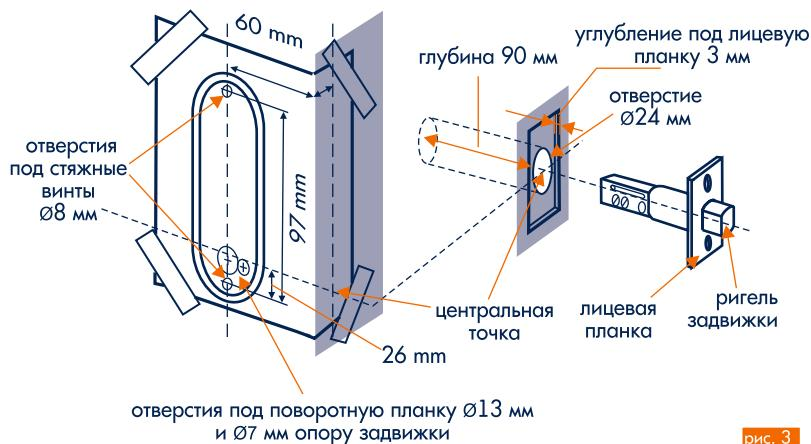

рис. 3
- отметьте на торце двери центральную точку рис. 3 там, где хотите установить задвижку (5). Просверлите отверстие диаметром 24 мм и глубиной 90 мм;
- вставьте задвижку (5) в отверстие и обройсуйте планку;
- выньте задвижку (5) и стамеской на 3 мм углубите паз под лицевую планку задвижки (5) рис. 3.
- лицевая планка задвижки (5) должна встать вровень с дверью;
- закрепите задвижку шурупами (9).